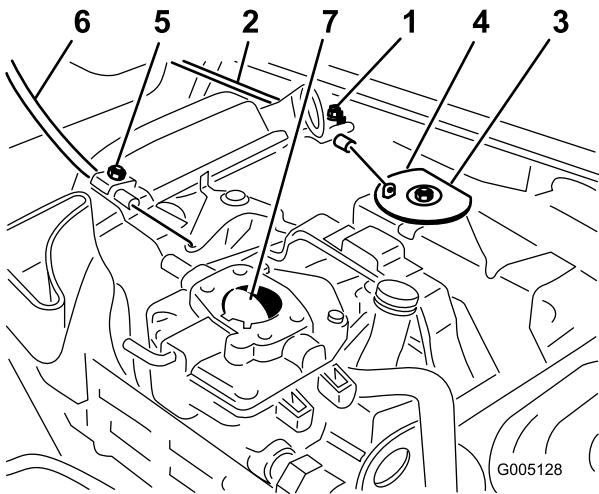

Figura 35
1. Liberte o parafuso que fixa o cabo ao motor (Figura 35).
3. Puxe o cabo do regulador até que a zona traseira da caviglia entre em contacto com o batente (Figura 35).
3. Puxe o cabo do ar até que a borboleta se encontre completamente fechada e em seguida aperte o parafuso de fixação do cabo (Figura 35).